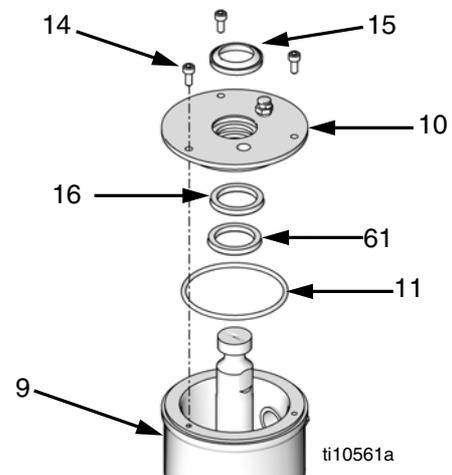

FIG. 5
5. Dans le cas de bas de pompe avec coupelles protégées (9), utilisez une clé à six pans M4 pour retirer les trois vis (14) du capot de la coupelle (10) puis retirez le capot. Vidangez et nettoyez la coupelle (9). Voir FIG. 5.
6. Dans le cas de bas de pompe avec coupelles protégées (9), utilisez une pointe pour joint torique pour retirer le joint torique (11), et un tournevis plat pour retirer l'anneau de retenue (61), le racleur (15) et le joint (16).